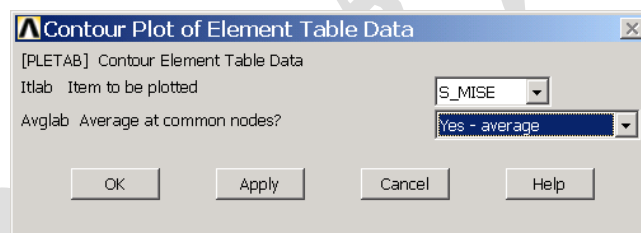

图6.31 图形显示单元表
(1) 单击 Main Menu>General Postproc>Element Table>Plot Elem Table 菜单，弹出如图 6.31 所示的【Contour Plot of Element Table Data】对话框。